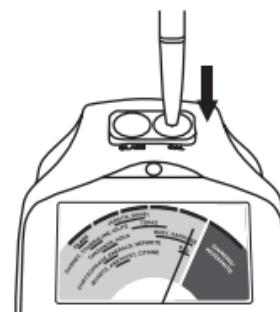

图 1.4
- 将探针头顶在指示灯右边的校準检测盘上（图 1.4）。指针应该摆至紅色条带中并保持不动（最好位于紅色条带中央），上方显示“CAL”。